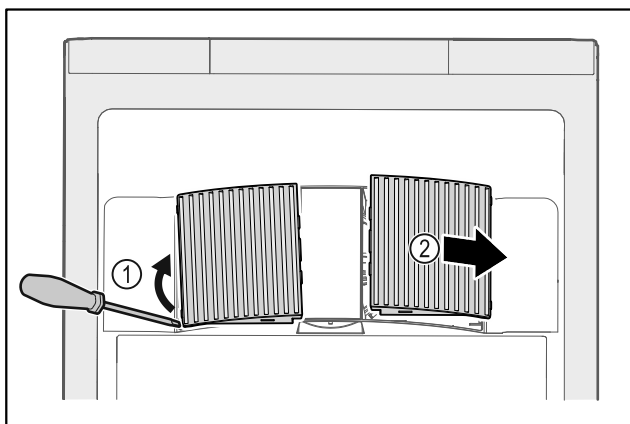

Fig. 200
- ▶ Lirk forsigtigt ventilatorafdækningerne ud fra siden Fig. 200 (1), og tag dem af forfra Fig. 200 (2).